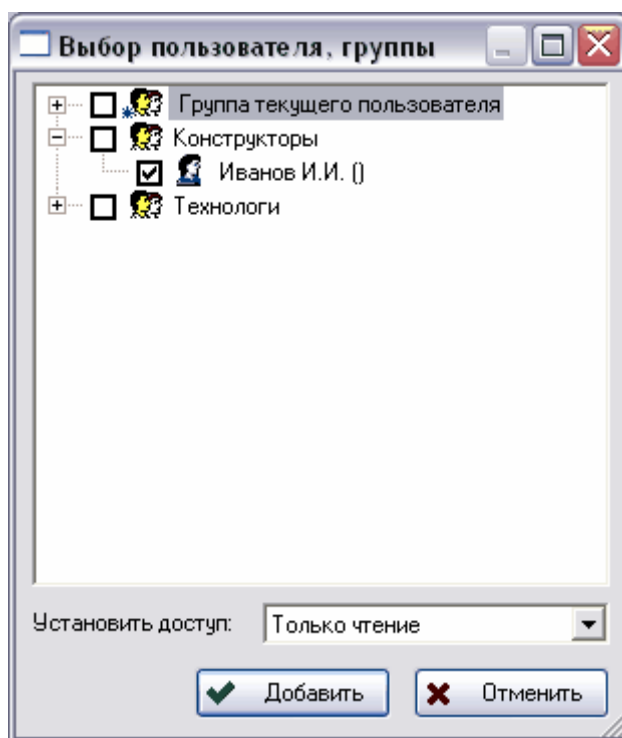

Рис. 25
2. В появившемся окне выберите пользователя или группу пользователей (Рис. 25).